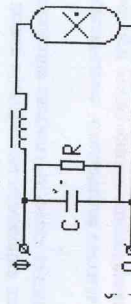

Рис.3
- 5.2. Подключение проводов сети производится к клеммной колодке согласно схеме включения (рис.3), а заземляющего провода - к защитному зажиму.